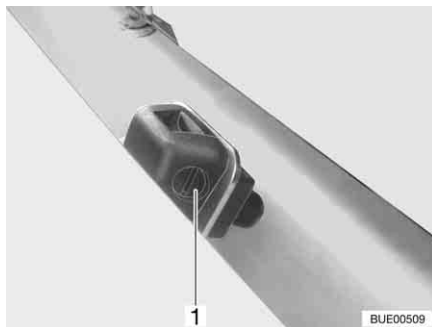

Bild 41 Spolarmunstycke
- Vrid ställskruven (Bild 41,1) med en lämplig skruvmejsel tills önskat läge nås.